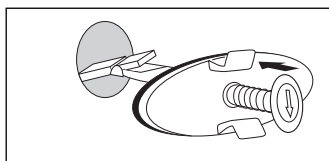

Fig. 2
- Introduisez-le dans le trop-plein. Dès que le levier de verrouillage touche la paroi arrière, il se redresse (fig. 2.).